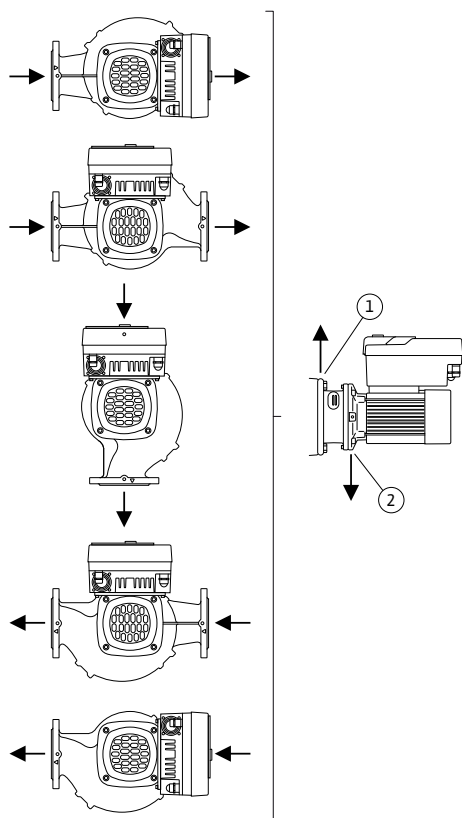

Fig. 16: Dopuszczalne położenia montażowe z poziomym wałem
- Przy poziomym wale silnika otwór na kondensat musi być skierowany w dół (Fig. 16, poz. 2). W razie potrzeby należy odpowiednio obrócić silnik.